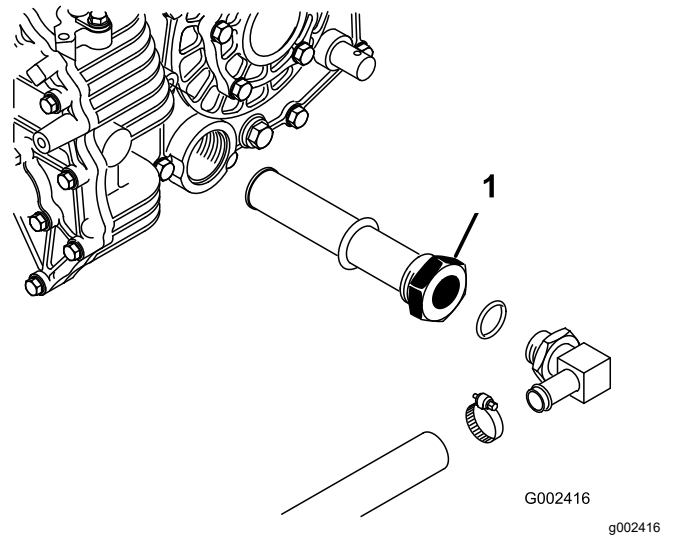

图 70
- 记下连接至液压油箱侧面滤网的液压油软管和90°接头的方向 图 70。